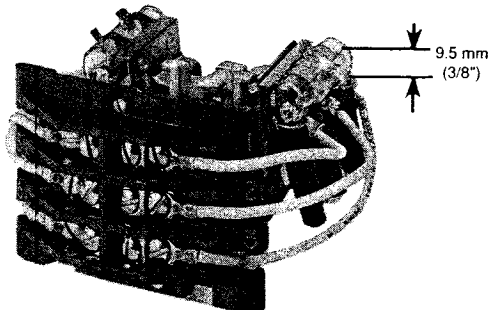

Figura 5
1. Mettere il nuovo interruttore a mercurio nei fermi controllando che rimanga uno spazio di 9,5 mm (3/8") dal bordo del fermo al punto in cui i cavi vengono fissati al tubo di vetro. I cavi dovrebbero sporgere verso il basso con un angolo di 90° rispetto al piano orizzontale (vedere Figura 5).